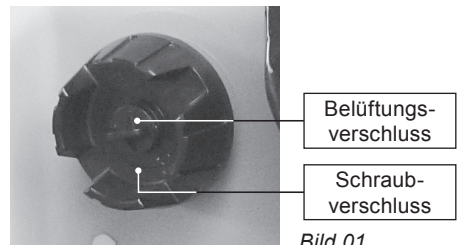

Bild 01
- Pumpe ausschalten. Belüftungsschraube im Schraubverschluss schließen (Bild 01). Prüfadapter EW 22 abziehen. Die Tankanlage ist nun einsatzbereit.